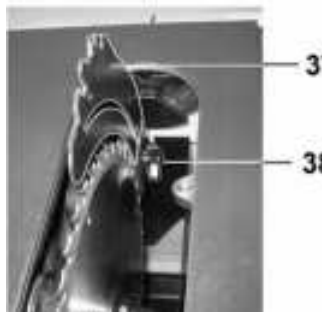

Рис. 18
расклинователь (37) в верхнее положение и закрепите его винтом (38), Рис.18.
#### 9.5. Расклинователь (Рис. 18)